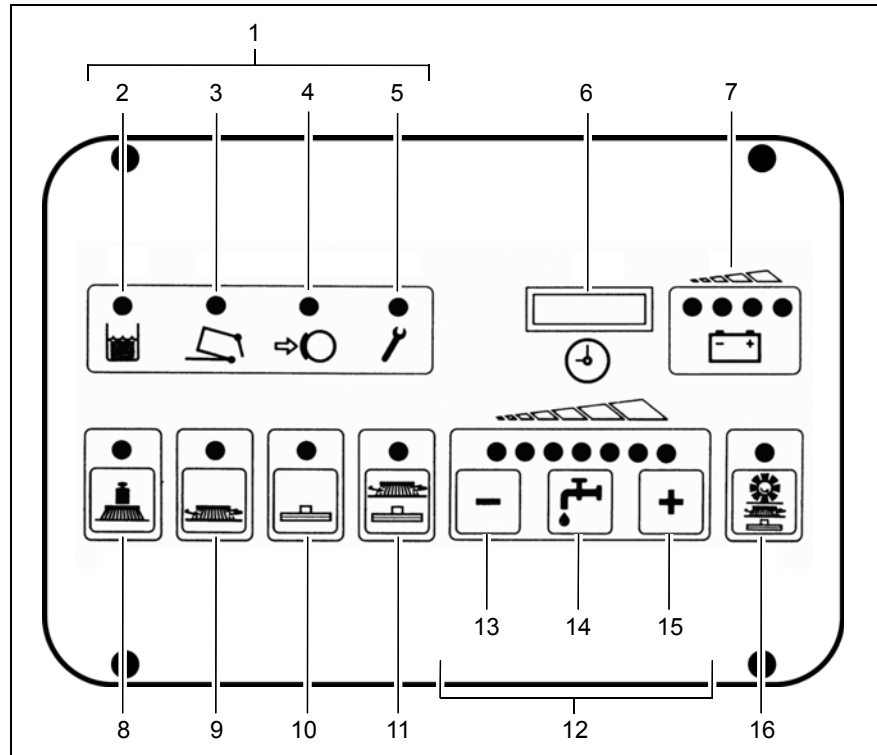

Abb. 19
- Bei angezogener Feststellbremse leuchtet die entsprechende Kontrollleuchte im linken Bedienfeld (Abb. 19/4) rot.
Ein Warnsignal (Summer) ertönt bei thermischer Überlastung des Fahrmotors. Gleichzeitig leuchtet im linken Bedienfeld (Abb. 18/2) die rote Fehlermeldungsleuchte (Abb. 19/5) auf und die Fahrgeschwindigkeit wird um ca. 50 % reduziert. Außerdem erscheint ein Fehlercode in der Serviceanzeige (Abb. 19/6).
(Abb. 19)
(Abb. 19/1) Über das Anzeigefeld gibt Ihnen die Scheuersaugmaschine Rückmeldung über den Betriebszustand der Maschine. Dies betrifft nur solche Betriebszustände, die nicht über das Bedienfeld an- oder ausgeschaltet werden können: Schmutzwassertank voll, Schmutzbehälter der Option Kehrsaugvorsatz voll, Feststellbremse angezogen und Meldung einer Funktionsstörung.
(Abb. 19/2) Die Kontrollleuchte leuchtet gelb auf, wenn der maximale Füllstand im Schmutzwassertank erreicht ist. Gleichzeitig ertönt alle 15 Sekunden ein Piepton. In diesem Fall schaltet ein Schwimmerschalter die Saugturbine ab und der Saugfuß wird ausgehoben.
(Abb. 19/3) Die Kontroll-
(Abb. 19/4) Die Kontrollleuchte leuchtet rot auf, wenn die Feststellbremse
(Abb. 19/5)
- Gleichzeitig erscheint im Display der Serviceanzeige (Abb. 19/6) eine vierstellige Ziffer. Dieser Fehlercode weist darauf hin, welche Störung vorliegt (siehe Abschnitt 3.5.1). Gleichzeitig blinken die Kontrollleuchten und es ertönt ein pulsierender Piepton.
(Abb. 19/6) Die vierstellige LED dient zur Anzeige der Betriebsstunden. Beim Einschalten des
(Abb. 19/6) Die vierstellige LED dient zur genaueren Bestimmung von Funktionsstörungen.
(Abb. 19/7) Nach Einschalten des Schlüsselschalters leuchten bei voll geladener Batterie alle vier Leuchten auf. Wird beim Betrieb die Batterie entladen, so zeigen dies die drei rechten Leuchten durch stufenweises Verlöschen von rechts nach links an. Durch Blinken der linken, roten Leuchte wird auf das Arbeitsende hingewiesen. Circa drei Minuten später gehen die Bürsten in Grundstellung zurück. Nach weiteren drei Minuten schalten die Saugturbinen ab und der Saugfuß wird angehoben. Bei rotem Dauerleuchten kann nach circa einer Minute die automatische Abschaltung der gesamten Maschine erfolgen.
Taste für Bürstenandruck (Abb. 19/8) Mit dieser Taste wird der Bürstenandruck erhöht. Dies kann nötig sein, wenn die zu reinigenden Flächen sehr stark verschmutzt sind. Der Andruck kann auf max. 54 kg erhöht werden. Ist die Funktion aktiv, leuchtet die grüne Kontrollleuchte.
(Abb. 19/9) Diese Taste dient zum Ein- und Ausschalten der Bürsten und des Frischwasserzulaufs bei gleichzeitigem Absenken bzw. Anheben des Bürstenkopfs. Ist die Funktion aktiv, leuchtet die grüne Kontrollleuchte.
(Abb. 19/10) Diese Taste dient zum Ein- und Ausschalten der Saugturbinen bei gleichzeitigem Absenken bzw. Anheben des Saugfußes. Ist die Funktion aktiv, leuchtet die grüne Kontrollleuchte.
(Abb. 19/11) Durch Drücken der Taste werden automatisch in anwendungstechnisch richtiger Reihenfolge die wichtigsten Grundfunktionen für eine standardmäßige Reinigung ein- bzw. ausgeschaltet: Saugturbinen, Bürstenrotation, Frischwasserzulauf sowie das Absenken bzw. Anheben von Bürsten und Saugfuß. Befindet sich die Maschine den Anforderungen entsprechend in betriebsbereitem Zustand, kann sie mit Hilfe der Taste auf einfache und unkomplizierte Art betrieben werden. Wurde die Taste gedrückt, leuchtet die grüne Kontrollleuchte.
(Abb. 19/12) Die Wassermenge, mit der gereinigt werden soll, kann in sieben Stufen reguliert werden. Entsprechend gibt es auf dem Tastenfeld sieben grüne Kontrollleuchten. Jede Leuchte bedeutet eine Stufe. Die Maximalmenge, mit der gereinigt werden kann, liegt bei 7,2 l/min (alle sieben Leuchten sind an). Die Mindestmenge liegt bei 1,4 l/min (nur die linke Leuchte ist an). Es wird immer die zuletzt gewählte Wassermenge verwendet. Beim erstmaligen Einschalten des Schrubbprogramms wird automatisch eine Wassermenge von ca. 3,5 l/min freigegeben.
(Abb. 19/13) Diese Taste dient zum Reduzieren der Frischwassermenge, die zu den Bürsten fließt. Die Wassermenge kann in sieben Stufen reduziert werden (s. o.). Die gewählte Stufe bleibt programmiert (Last-Station-Memory), auch wenn Sie die Maschine zwischendurch ausschalten.
(Abb. 19/14) Diese Taste dient zum Ein- bzw. Ausschalten des Frischwasserzulaufs bei abgesenktem Bürstenkopf. Die zuvor eingestellte Wassermenge bleibt unverändert (Last-Station-Memory).
(Abb. 19/15) Diese Taste dient zum Erhöhen der Frischwassermenge, die zu den Bürsten fließt. Die Wassermenge kann in sieben Stufen erhöht werden (s. o.). Die gewählte Stufe bleibt programmiert (Last-Station-Memory), auch wenn Sie die Maschine zwischendurch ausschalten.
(Abb. 19/16) Diese Taste dient zum gleichzeitigen Ein- bzw. Ausschalten von Kehrsaugvorsatz, Bürsten, Saugturbine und Wasserzulauf sowie zum Absenken bzw. Anheben von Kehrwalze einschließlich Seitenbesen, Bürsten und Saugfuß.